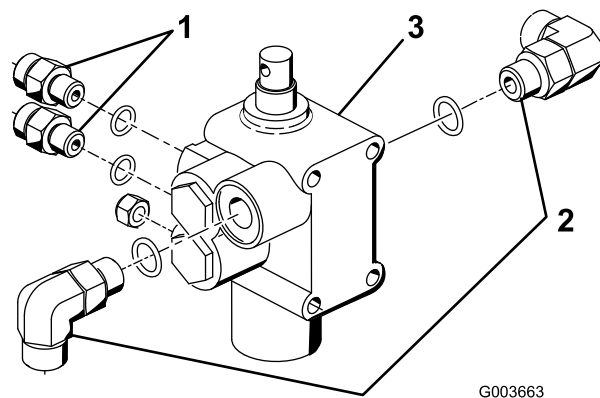

図 4
- 新しい昇降バルブに、ストレート・フィッティング2本と90° フィッティング2本を取り付ける。各フィッティングは 図 4 のように組み付ける。この時点ではまだ90° フィッティングを本締めしない。